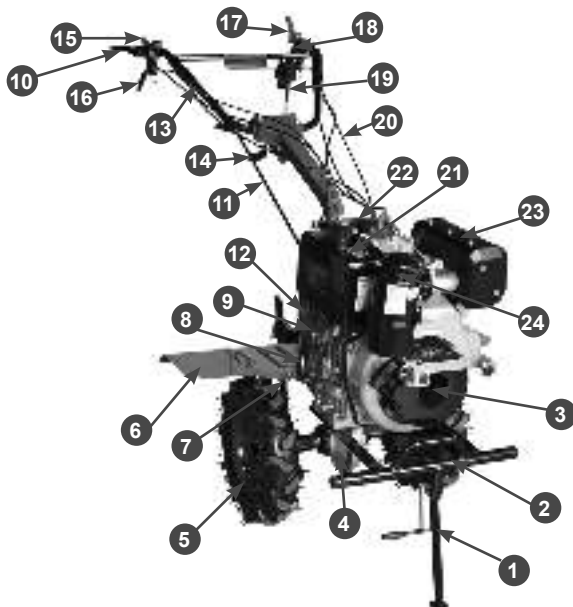

Рис.1 Расположение основных узлов и органов управления
Расположение основных узлов и органов управления мотоблока представлено на Рис.1.
7. Установите стояночную опору мотоблока (1) Рис.1.
1. Возьмитесь за рычаг сцепления 18 (Рис.1) нажмите и отпустите его 2-3 раза, чтобы включить сцепление. Если включить сцепление не получается, проверьте регулировку свободного хода рычага.
1. Нажмите на рычаг реверса 16 (Рис.1) и отпустите его 2-3 раза, чтобы включить передачу. Если включить передачу не получается, изменяйте положение рычага, пока передача не включится,